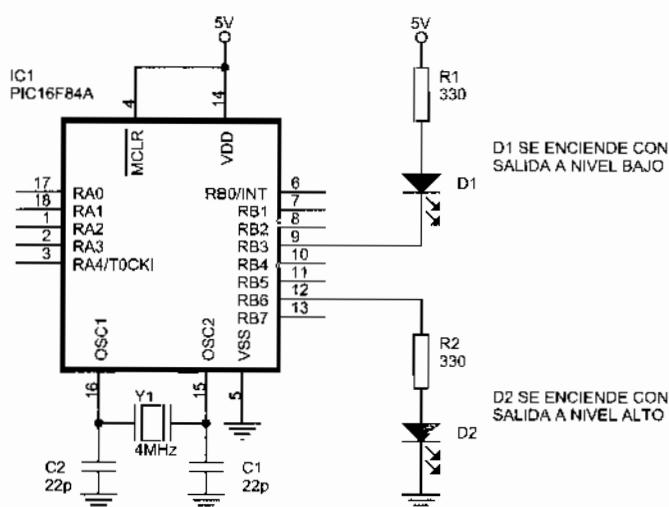

Figura 2-1 Formas de conectar un LED a un microcontrolador
El PIC16F84 es capaz de gobernar directamente diodos LED de dos formas distintas, tal como se indica en la figura 2-1:
- Conectando el cátodo del diodo a la salida del microcontrolador y el ánodo al positivo de la alimentación a través de una resistencia limitadora, como el diodo D1 de la figura 2-1. En este caso, el LED se ilumina con un nivel bajo de salida (0 V).
- Conectando el ánodo del diodo a la salida del microcontrolador a través de una resistencia limitadora y el cátodo a masa, como el diodo D2 de la figura 2-1. En este caso, el LED se ilumina con un nivel alto de salida (5 V).
La resistencia limita el valor de la corriente a un valor adecuado para iluminar el LED. Debe tener un valor comprendido entre 220 y 330 Ω. En la figura 2-1 se ha elegido 330 Ω que limita la corriente a un valor de unos 10 mA que proporciona una luminosidad suficiente para la mayoría de las aplicaciones. Si al lector le gusta que emita más luz, puede bajar su valor a 220 Ω.
de la figura 2-1.